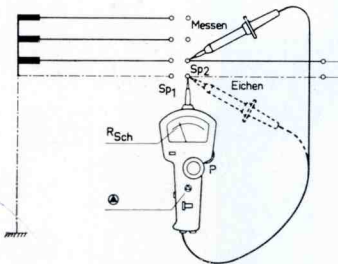

Abb. 5a: Messung des Leitungswiderstandes.
10. Durchgangsprüfung und Leitungswiderstandsmessung (Abb. 5a)